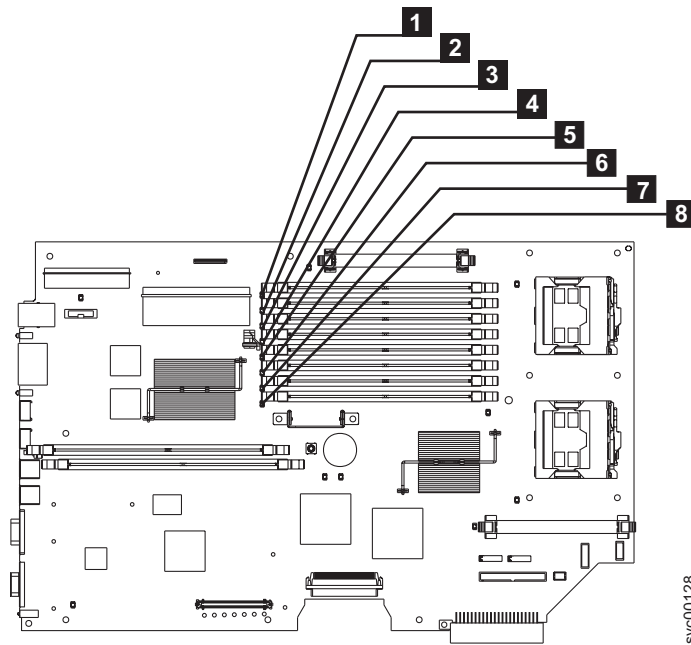

図 84. SAN ボリューム・コントローラー 2145-8F4 または SAN ボリューム・コントローラー 2145-8F2 のシステム・ボード
**重要:** 障害が、特定のモジュールではなく、モジュールのバンクのみに特定された場合は、バンクの両方のモジュールを交換してください。SAN ボリューム・コントローラー 2145-4F2 の前部から見て、モジュールは左から右へ 4 から 1 までの番号が付いています。モジュール 4 と 3 はバンク 2、モジュール 2 と 1 はバンク 1 にあります。SAN ボリューム・コントローラー 2145-8F4 または SAN ボリューム・コントローラー 2145-8F2 を見ると、モジュールには、1 **1** から 8 **8** の番号が付けられています。図 84 を参照してください。複数の SAN ボリューム・コントローラー 2145-8F2 DIMM が、ライト・パス診断によって示されている場合は、診断で指示された最も低い番号の DIMM スロットから始めて DIMM を 1 つずつ取り外します。